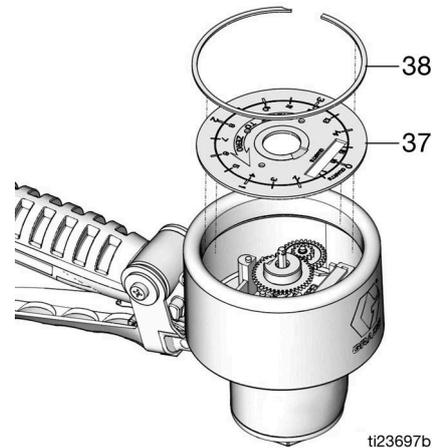

FIG. 22
- Installer le cadran (37) et le grand anneau de retenue (38) (FIG. 22).